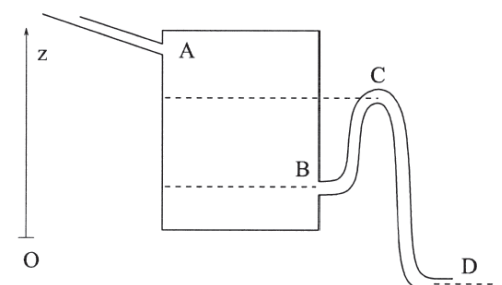

Figure 5
Le réservoir est désormais alimenté en permanence par un filet d'eau de débit D_i , arrivant par l'orifice A, et qui ne perturbe pas l'écoulement de vidange (figure 5).
- d) Montrer que si le débit D_i est plus faible qu'une valeur critique D_C , le système représenté sur la figure 5 se comporte comme un oscillateur, dont le débit de sortie est une fonction du temps périodique. Déterminer l'expression de D_C .